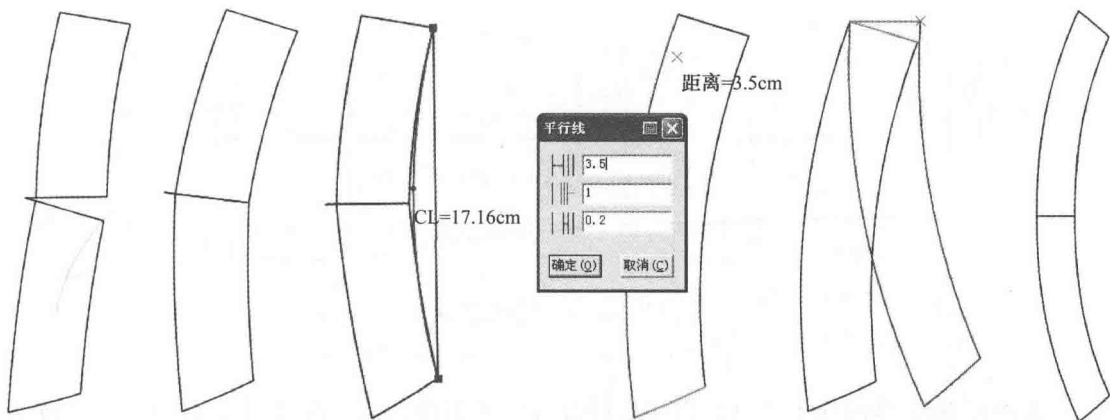

图 7-59 后腰头
②选择  改变线型，然后选择  【设置线的颜色类型】工具，点击要改变线型的线段。
③选择  【对称】工具，按着【Shift】键进入【对称移动】功能。将门襟对称翻转一下。
(9) 里襟、串带制板方法与直筒裤里襟、串带制板方法一样。
(10) 后片腰头(图7-59)。
①选择  【移动】工具，按着【Shift】键进入【复制】功能。将后片腰头部分复制到空白处。
②选择  【旋转】工具，按着【Shift】键进入【旋转】功能。将腰头部位的省量合并。
③选择  【智能笔】工具将腰头二端连成一条线。并用  【调整】工具调顺腰口弧线。
④选择  【智能笔】工具按住【Shift】键，进入【平行线】功能。输入腰头宽3.5cm。
⑤选择  【旋转】工具，按着【Shift】键进入【旋转】功能。将后片腰头调整垂直平